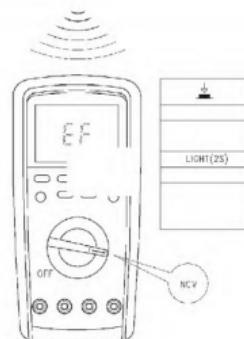

рис.12
10. Считывание напряжения бесконтактного переменного тока (см. рис.12)